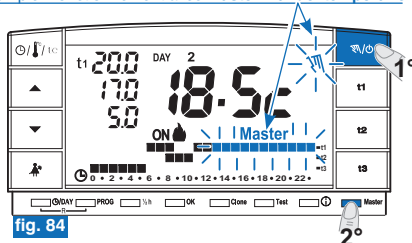

fig. 84
- sur le chronothermostat MASTER appuyer brièvement sur la touche "☺/⊕" pour entrer en fonctionnement manuel temporaire; sur l'écran le symbole "☺" clignotant (voir plus de détails au paragraphe 7.1 point A) (exemple sur la fig. 84). Appuyer brièvement sur la touche "Master": l'inscription **Master** s'allume fixement.